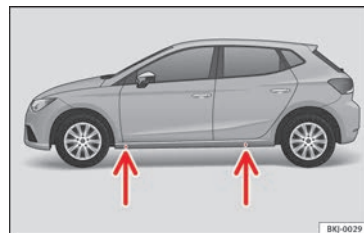

Fig. 83 Points de prise du cric.
- Recherchez sur le bas de caisse la marque du point d'appui du cric (zone renforcée) le plus proche de la roue à changer » **fig. 83**.